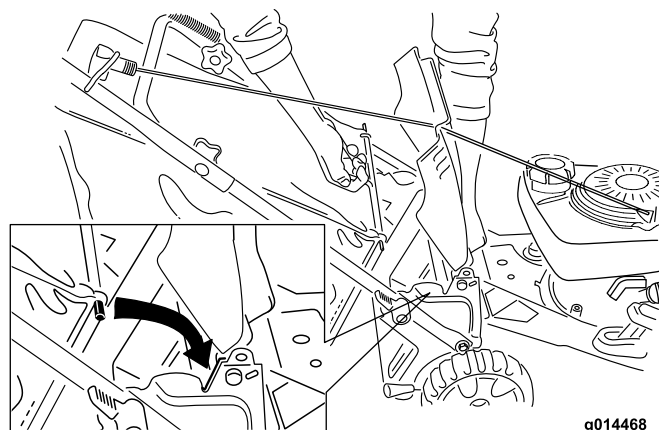

Figura 21
2. Mantenete sollevato lo sportello posteriore, agganciate il cesto di raccolta nelle apposite tacche e abbassate lo sportello posteriore (Figura 21).